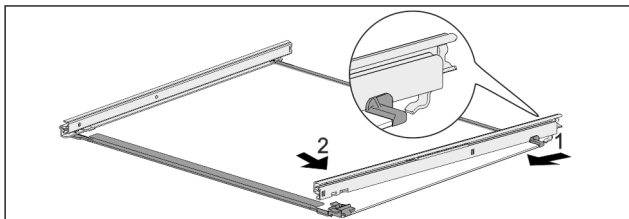

Fig. 45 Glasplatte mit Schienen
- ▶ Schiene hinten einhaken. Fig. 45 (1)
- ▶ Schiene vorne einrasten. Fig. 45 (2)